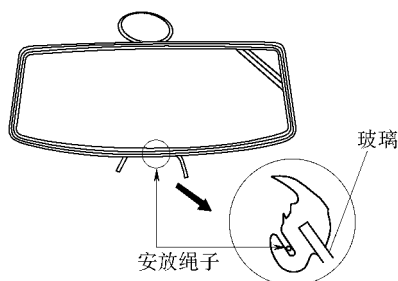

图 17-85 安装密封条和玻璃
(1) 清洁车身和玻璃。使用清洁用具擦干净车身上的密封条接触面和玻璃。
(2) 安装密封条和玻璃。将密封条安到玻璃上，按图 17-85 所示，沿密封条槽安上一根作业用绳子。